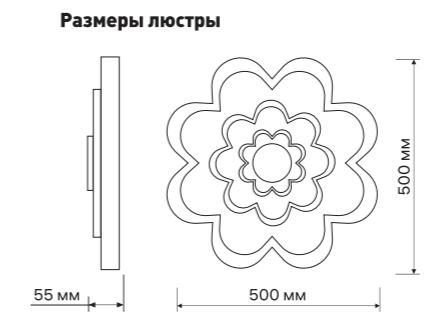

Рис.1
- Подсоедините люстру к сети переменного тока согласно схеме на **Рис.1.** Обратите внимание на маркировку проводов: **N** – ноль, **L** – фаза. Подсоедините питающие (одноцветные) провода к клеммной колодке. Если светильник устанавливается на металлической поверхности, поверхность должна быть заземлена.